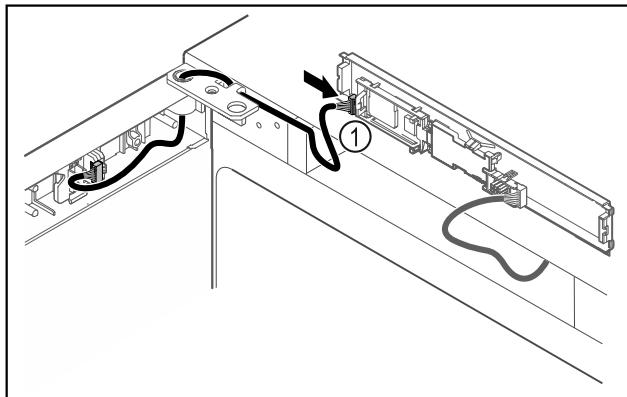

Fig. 46
- ▶ Nataknite utikač Fig. 46 (1) na tiskanu pločicu.